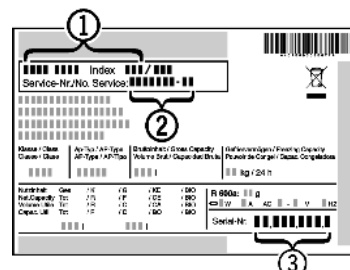

Fig. 49
- Označení přístroje Fig. 49 (1), servisní číslo Fig. 49 (2) a sériové číslo Fig. 49 (3) naleznete na typovém štítku. Identifikační typový štítek je umístěn na levé vnitřní stěně přístroje.